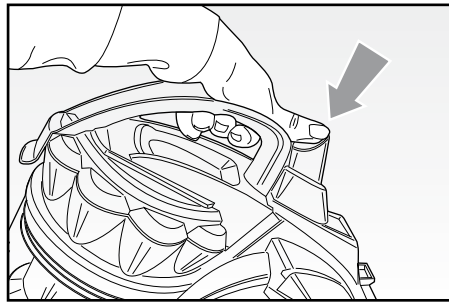

Fig. 6
- Premere il pulsante di sblocco (D) e contemporaneamente estrarre il contenitore della polvere (A) per mezzo dell'apposita impugnatura (E) (Fig. 6).